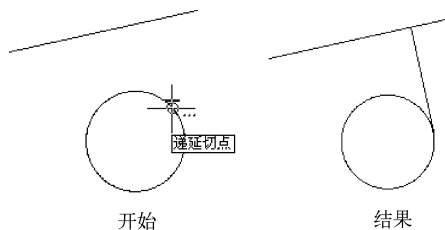

图 1-59 捕捉切点
⑩ 切点 (TANgent): 捕捉与圆、圆弧、椭圆相切的点。如采用 TTT、TTR 方式绘制圆时, 必须和已知的直线或圆、圆弧相切。如绘制一直线和圆相切, 则该直线的上一个端点和切点之间的连线保证和圆相切。对于块中的圆弧和圆, 如果块以一致的比例进行缩放并且对象的厚度方向与当前 UCS 平行, 就可以使用切点捕捉。对于样条曲线和椭圆, 指定的另一个点必须与捕捉点处于同一平面。如果“切点”对象捕捉需要与多个点建立相切的关系, AutoCAD 显示一个递延的自动捕捉“切点”标记和工具栏提示, 并提示输入第二点。要绘制与两个或三个对象相切的圆, 可以使用递延的“切点”创建两点或三点圆。如图 1-59 所示绘制一条直线垂直于另一条直线并和圆相切。